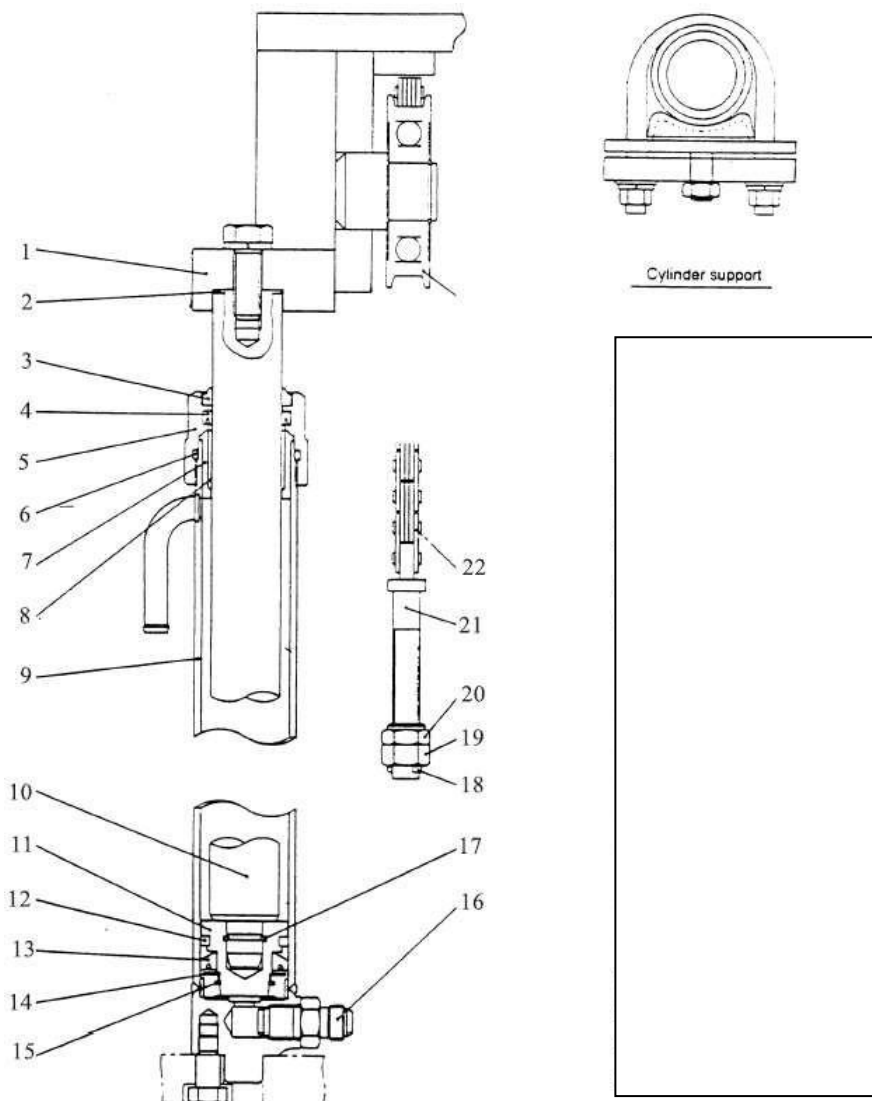

Рис. 10-12. Цилиндр подъема:
устройство показано на Рис. 10-12. Когда золотник подъема поставлен в положение «подъем», масло из распределительного клапана перетекает через камеры А и В, отверстия С, D, Е и F, и камеру G к цилиндру подъема без какого-либо регулирования. Когда золотник подъема поставлен в положение «опускание», масло перетекает в обратном порядке. Когда масло проходит через диафрагму (5) и возникает разница между камерами А и В, разница давлений превышает усилие пружины (2) и передвигает сердечник клапана (7) вправо, таким образом поток масла уменьшается за счет сужения отверстия D и С и это уменьшает поток масла, проходящий через диафрагму (5).